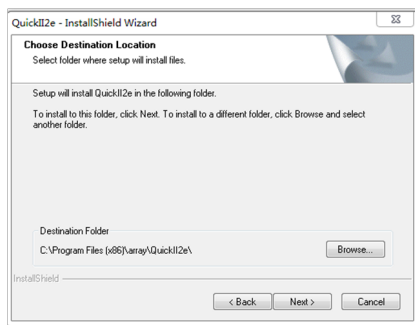

图 1.4
3、进入图所示的设置安装路径对话框，如图 1.4 所示，您可以用鼠标左键单击 (Browse) 按钮来更改目前的安装路径（其原始的安装路径为 C:\ Program Files\Array\Quick II），设置好您喜欢的安装：
- 若用鼠标左键单击 (Back) 按钮，则返回到上一步安装画面，如图 1.4 所示。